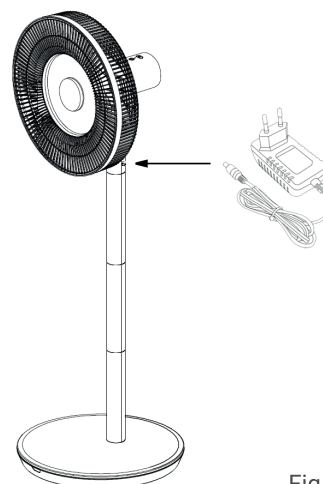

Fig. 3
2. Placez le ventilateur sur le sol, sur une surface plane. Vérifiez la tension domestique pour vous assurer qu'elle correspond aux spécifications nominales de l'appareil. Veillez à le brancher sur une prise de 220-240 V~ 50/60 Hz. Branchez l'adaptateur à la prise pour alimenter l'appareil. (Fig. 3 illustrée)